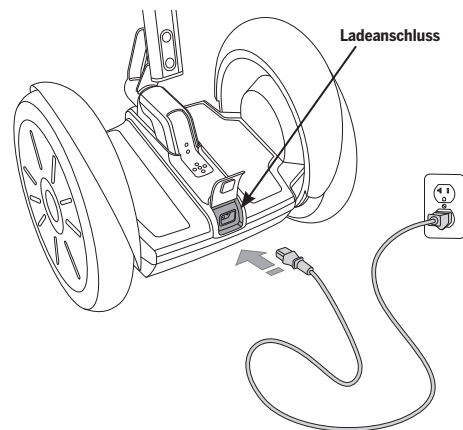

Abbildung 57: Anschließen des Netzkabels am Ladeanschluss
2. Öffnen Sie den Ladeanschluss an der Rückseite der Konsole Ihres PT (siehe **Abbildung 57**).
4. Schließen Sie ein Ende des (im Lieferumfang des Segway PT enthaltenen) Netzkabels an eine geerdete Netzsteckdose (100V–240V; 50Hz–60Hz) an. Das Netzkabel muss ordnungsgemäß geerdet sein (siehe **Abbildung 57**).